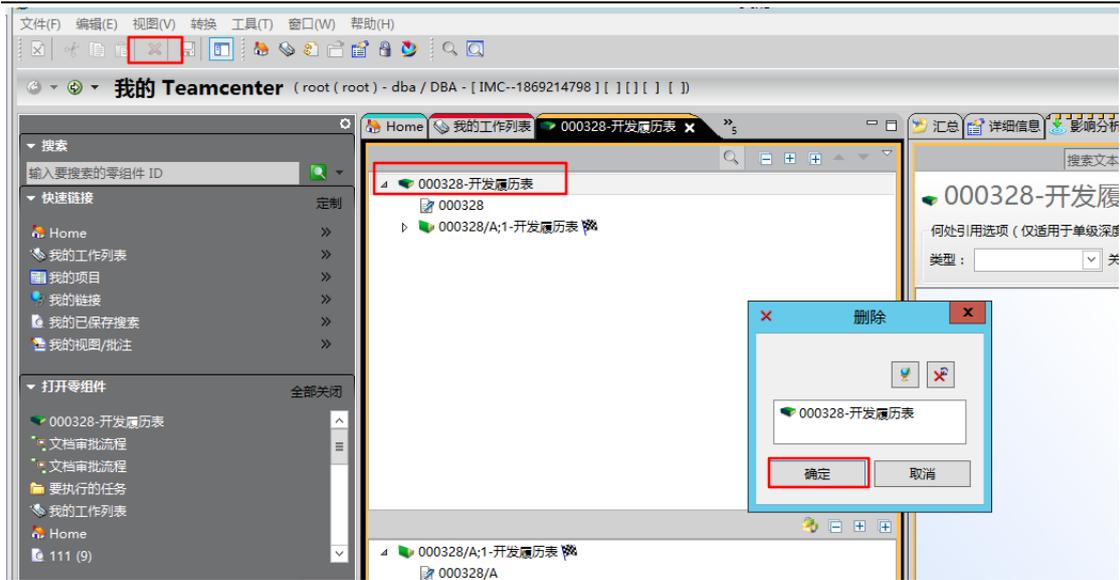

图 7
7.从 Newstuff 下剪切掉版本，选择对象将其删除即可。（如图 7）